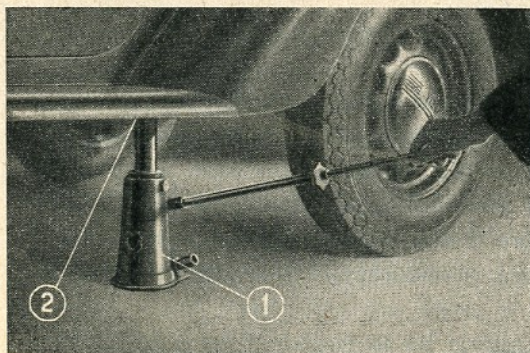

Fig. 37. - Sollevamento della parte anteriore veicolo.
Per sollevare la parte anteriore del veicolo, il martinello deve essere esclusivamente applicato sotto i longheroni in corrispondenza delle apposite borchie (2) (ved. fig. 37).